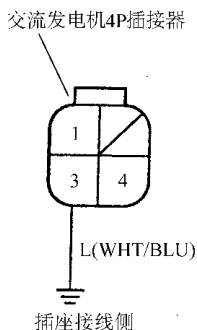

图 9-38 用跨接线连接 3 号端子与车身接地
8) 如图 9-38 所示，用一个跨接线，将交流发电机 4P 插接器的 3 号端子与车身接地连接，将点火开关置于 ON (II)。充电系统指示灯是否亮。